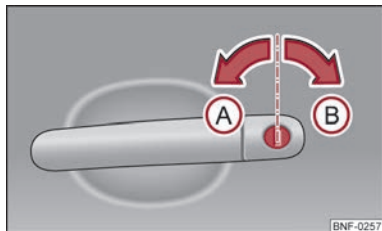

Fig. 10 Sådan skal nøglen drejes, når bilen skal låses op og låses.
- Drej nøglen i førerdørens låsecylinder i kørselsretningen (oplåsningsposition) Ⓐ ⇒ Fig. 10.
- Drej nøglen modsat kørselsretningen (låsestilling) Ⓑ ⇒ Fig. 10 i førerdørens låsecylinder.